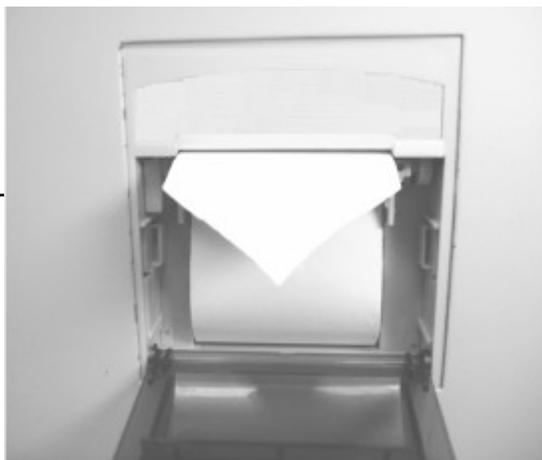

Рисунок 4-5 Натяжной рычаг бумаги
2. Поднимите натяжной рычаг бумаги вверх. Сохраняйте крышку принтера открытой. Вставьте начальный конец бумаги в отверстие между рычагом бумаги и протяните бумагу, пока она не выйдет из отверстия. Установите ровно бумагу и поместите рулон в держатель.рис.4-5